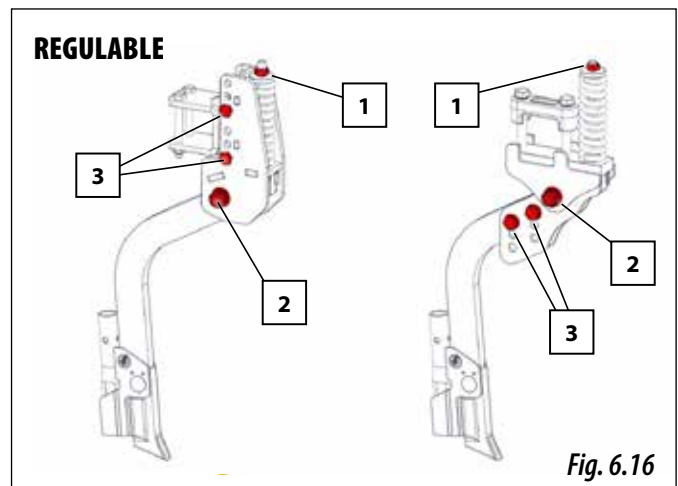

Fig. 6.16
Para regular la presión que ejercerá el brazo sobre el terreno debe actuar sobre la tuerca del muelle (1, Fig. 6.16).
Estos brazos están sujetos al soporte mediante un tornillo especial SOLÀ (2, Fig. 6.16) provisto de tuerca autoblocante, que al actuar sobre la misma se controla la holgura del brazo. Estos brazos son regulables en profundidad individualmente, permitiendo bajar los brazos para regular su altura, para ello:
- 1- Sacar los tornillos y tuercas (3, Fig. 6.16).
- 3- Introducir los tornillos y tuercas en el nuevo alojamiento (3, Fig. 6.16).